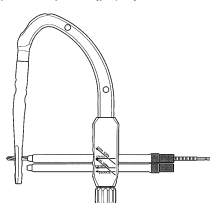

図8
- 6) ターゲットデバイスにディスタルスクリュー用ドリルスリーブを組み付けたディスタルスクリュー用スリーブを装着し、ディスタルスクリュー用ドリルを通し、ネイルのディスタルスクリューホールに干渉しないで通過することをチェックします。 (図8)